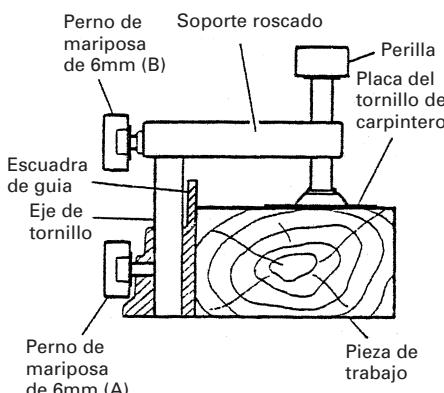

Fig. 20
- (1) El conjunto de tornillo de carpintero puede montarse en la escuadra de guía izquierda (escuadra de guía (B)) o bien en la escuadra de guía derecha (escuadra de guía (A)) aflojando el perno de orejas de 6mm (A).
- (2) El portatornillo puede elevarse o bajarse de acuerdo con la altura de la pieza de trabajo aflojando el perno de orejas de 6mm (B). Después del ajuste, apriete firmemente el perno de orejas de 6mm (B) y fije el portatornillo.
- (3) Gire la perilla superior y fije firmemente la pieza de trabajo en su lugar (Fig. 20).